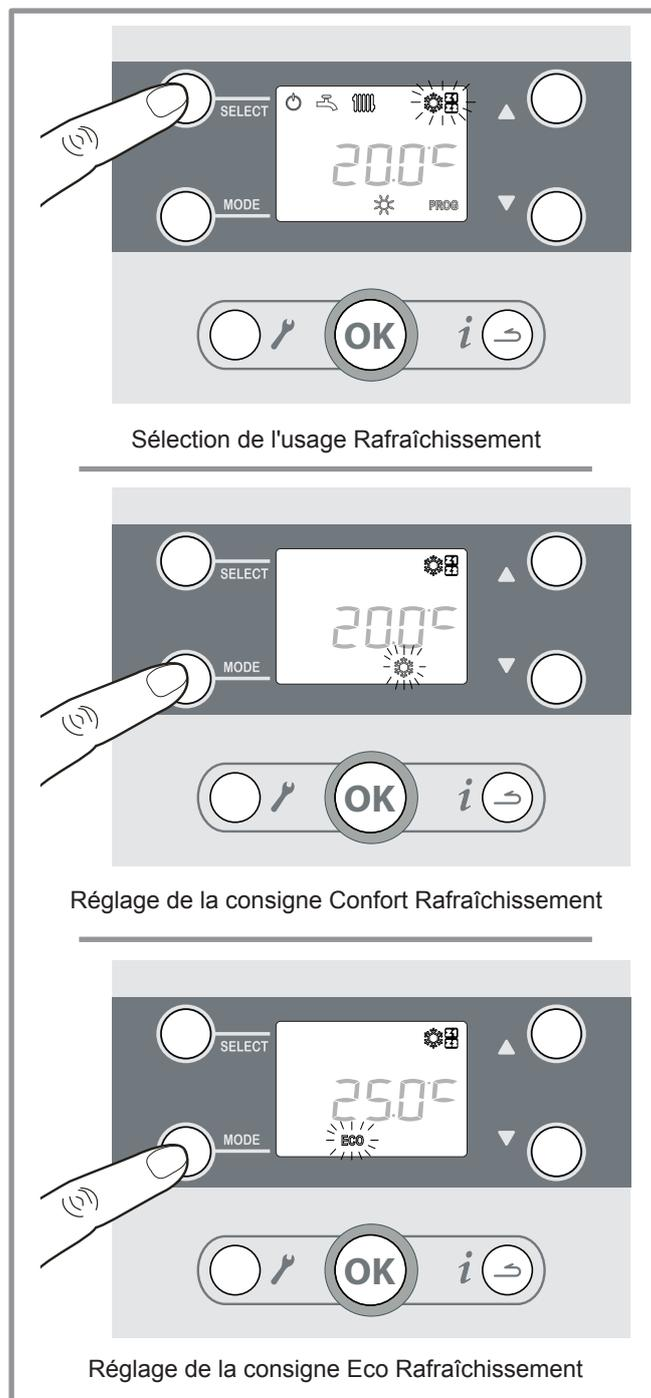

figure 4 - Réglage rafraîchissement
- Sélectionner l'usage rafraîchissement (*figure 4*) puis valider.